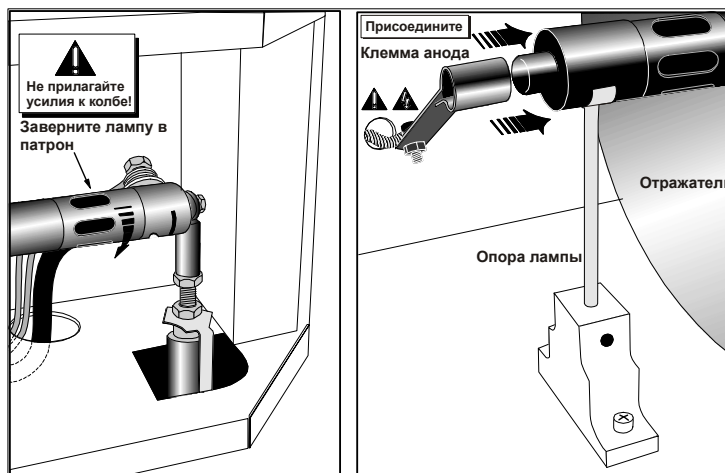

Figure 4-1 Установка лампы
- a. Не забудьте надеть защитную одежду и маску. Вставьте катодный (-) конец лампы (с резьбой) в гайку отрицательного разъема лампы, которая располагается в заднем конце отсека лампы, и заверните лампу (Figure 4-1 слева). Производите затяжку только усилием руки. **Важно!** *Держите лампу только за концы, никогда не касайтесь стекла. Не затягивайте слишком сильно. Не нажимайте на стекло.*
- b. Положите анодный (+) конец лампы на опору лампы, как показано на Figure 4-1 справа, и наденьте плюсовую клемму на конец лампы.